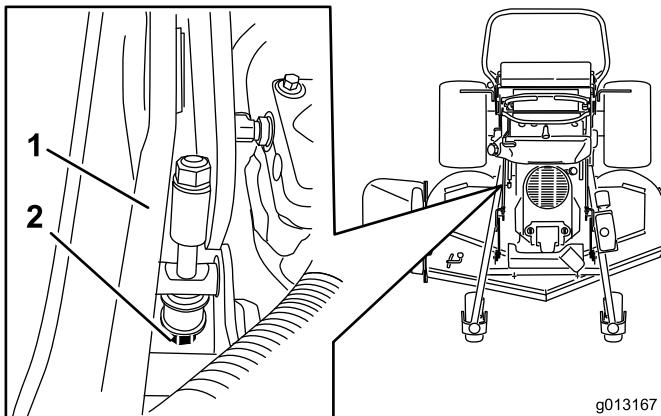

Figure 87
5. Si ce n'est pas le cas, localisez la tige de réglage de hauteur de coupe sur le côté droit de la machine (Figure 87).
6. Ajustez le boulon de réglage jusqu'à ce obtenir 7,6 cm (3") à la pointe des lames (Figure 87).